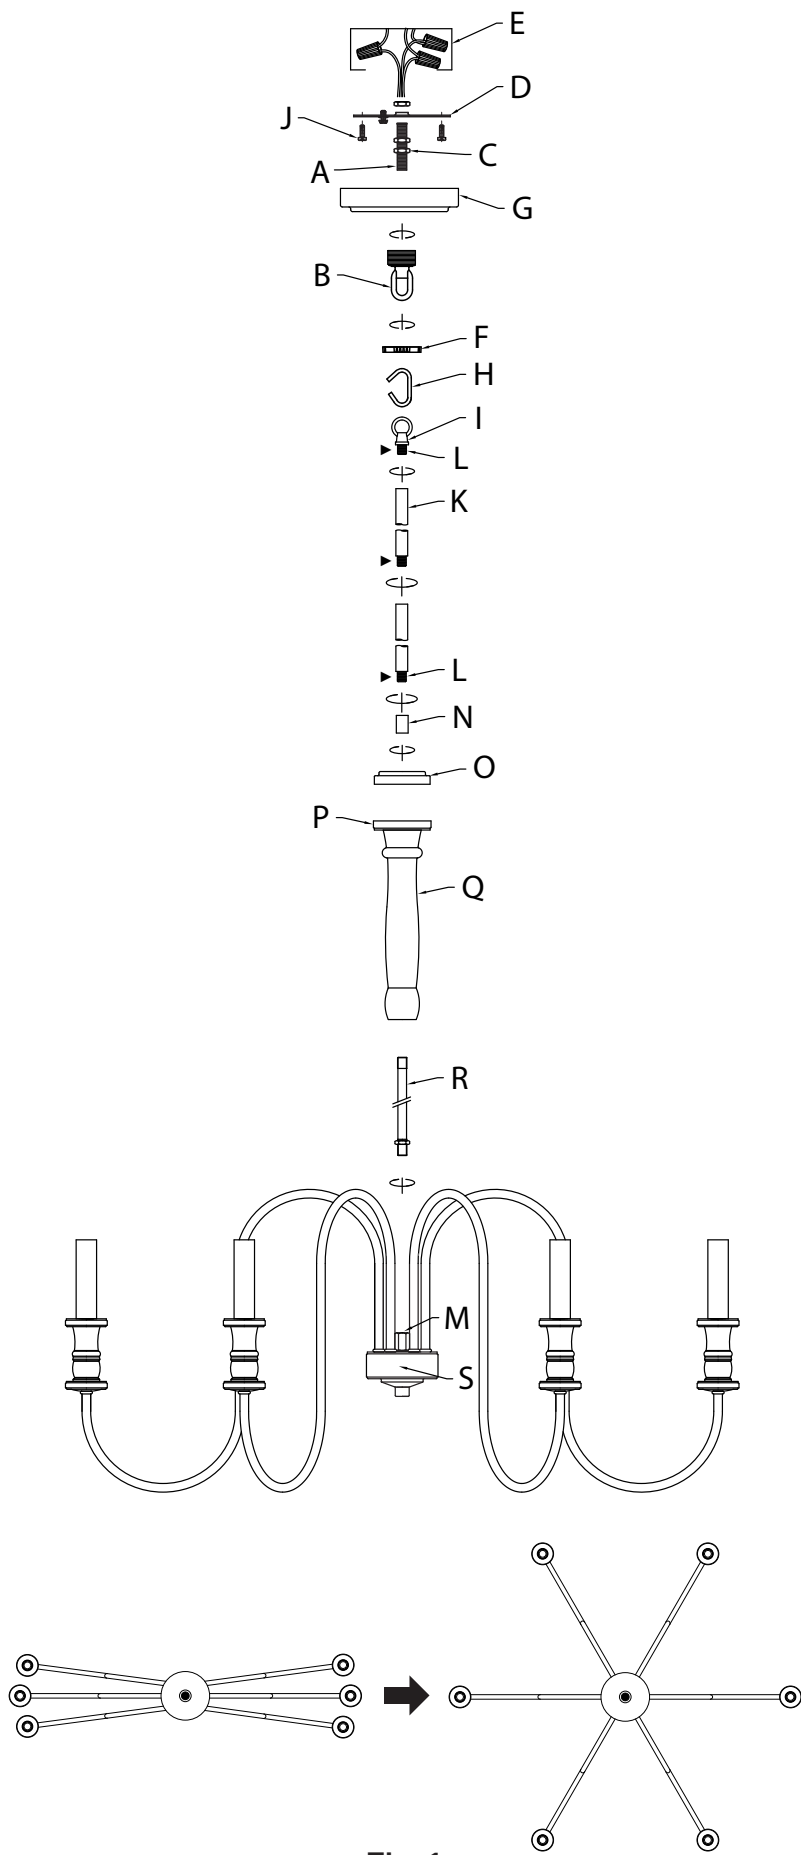

Fig. 1
1. Tournez les bras du luminaire en position (voir Fig. 1).